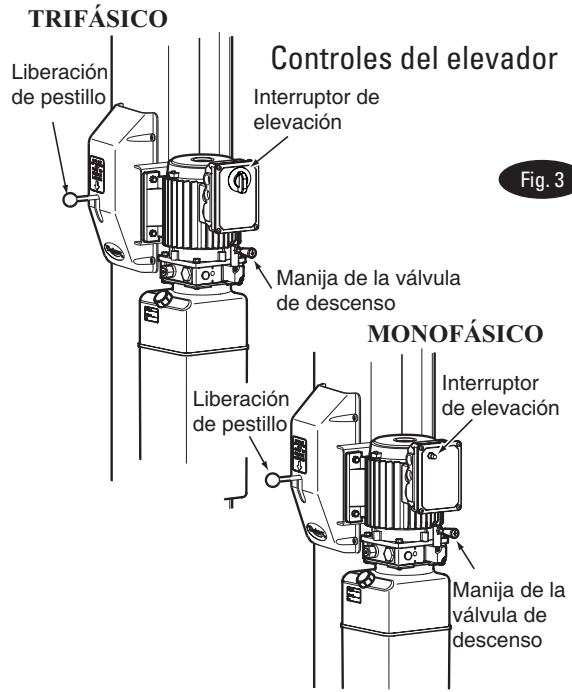

Fig. 3
- A. Presione el interruptor de "Raise" (Levantar) en la unidad de potencia, Fig. 3.
- D. Hale la manija de la Válvula de Descenso para bajarlo, Fig. 3.